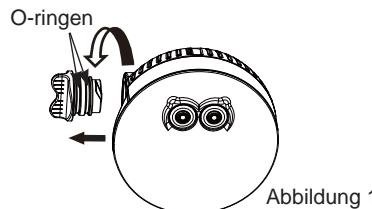

Abbildung 1
1. Trocken Sie das Produkt vollständig ab. Schrauben Sie den Batteriegehäuse-Verschluss (**1**) vom Spa LED-Licht ab (siehe Abbildung 1). Geben Sie acht, dass Sie die zwei O-Ringe vom Batteriegehäuse-Verschluss nicht verlieren.